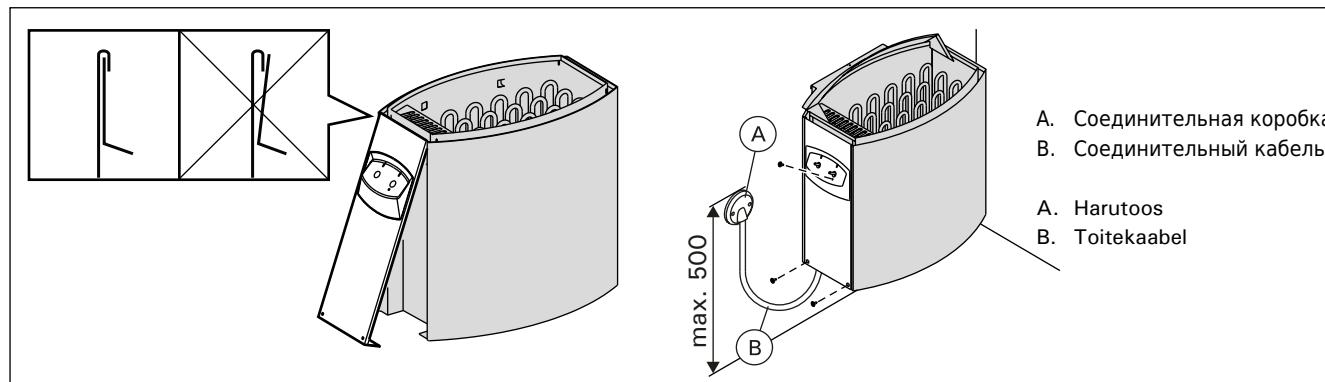

Рисунок 8. Установка крышки распределительной коробки (все размеры приведены в миллиметрах)
- Каменка гибким проводом подсоединяется к соединительной коробке (рис. 8: А) на стене сауны. Соединительная коробка должна быть брызгозащищенной и находиться на расстоянии не выше 500 мм от пола.
- В качестве кабеля (рис. 8: В) следует использовать резиновый кабель типа H07RN-F или подобный. **ВНИМАНИЕ! Использование кабеля с ПВХ-изоляцией запрещено вследствие его разрушения под воздействием тепла.**
- При установке крышки распределительной коробки каменки убедитесь, что верхний край крышки расположен правильно.** При его неправильном расположении возможно попадание воды в распределительную коробку каменки. Рис. 8.